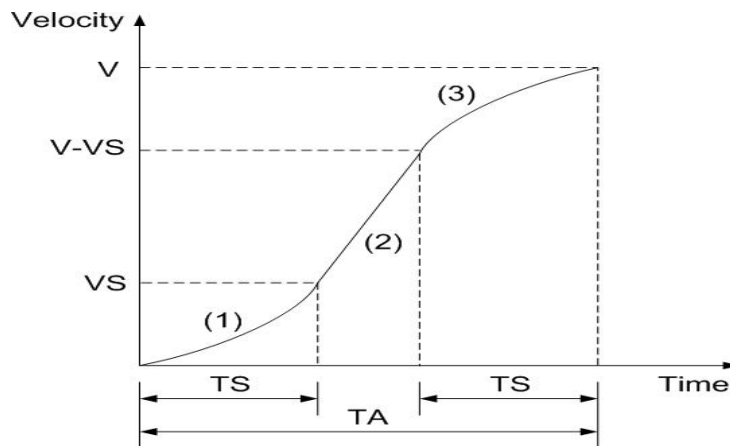

Fig.0-19 局部的 S-曲線加減速
局部的 S-曲線由三個部份組成((1), (2), (3) in Fig. 0-19): 一個直線和兩個 S-曲線，曲線(1) 和(3)部份是 S-曲線加速，(2)是直線加速是直線加速部份，整個運動的時間定義為 TA，而直線加速的時間是 TA - (2 × TS)。